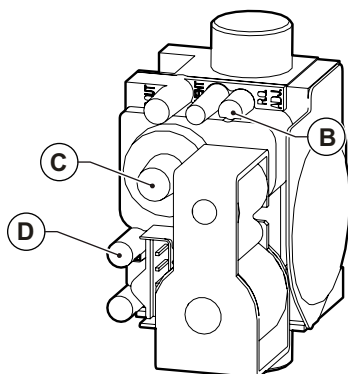

Fig. 35 Reglarea valvei de gaz
- Reglați valoarea dioxidului de carbon (CO₂) din gazele de ardere prin rotirea regulatorului de raport **B** (a se vedea Fig. 35 Reglarea valvei de gaz) și asigurați-vă că reintră în limitele din Tab. 35 Valorile CO₂ din gazele de ardere.
- Reglați valoarea dioxidului de carbon (CO₂) din gazele de ardere prin rotirea regulatorului de compensare **C** (a se vedea Fig. 35 Reglarea valvei de gaz) și asigurați-vă că reintră în limitele din Tab. 35 Valorile CO₂ din gazele de ardere.
- Rotiți regulatorul de raport **B** (a se vedea Fig. 35 Reglarea valvei de gaz) pentru a regla valoarea oxigenului (O₂) din gazele de ardere până când aceasta se încadrează în limitele Tab. 36 Valorile de O₂ în gazele de ardere.
- Rotiți regulatorul de offset **C** (a se vedea Fig. 35 Reglarea valvei de gaz) pentru a regla valoarea oxigenului (O₂) din gazele de ardere și presiunea de compensare până când ambele se află în limitele valorilor de Tab. 36 Valorile de O₂ în gazele de ardere.